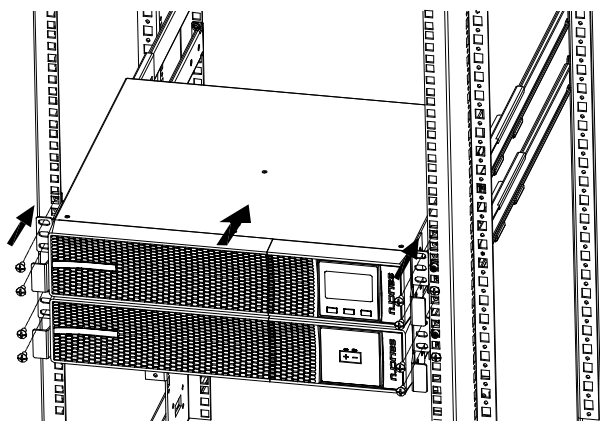

Fig. 6. Montagem rack em armário de 19", com ampliação da autonomia (módulo de baterias).
- Proceda do seguinte modo (ver Fig. 6):